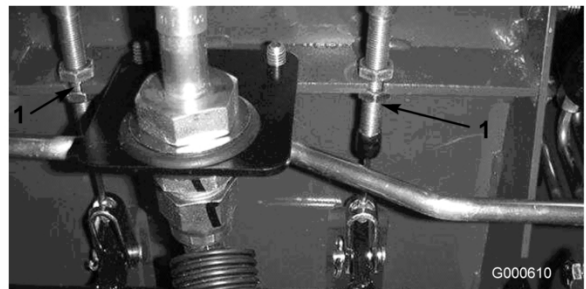

Bild 51
- A. Lockern Sie die vordere Mutter an der Gewindeseite des Bremszuges (Bild 51).